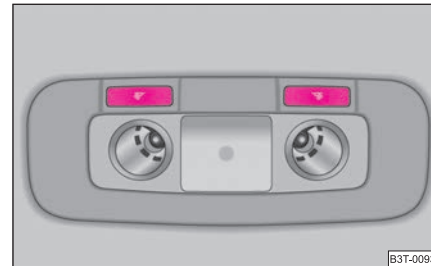

Abb. 52 Ausschnitt des Dachhimmels: Innenraumbelichtung und Leseleuchten hinten
- Die Leseleuchte rechts bzw. links schalten Sie ein bzw. aus, indem Sie den Schalter  ⇒ Abb. 52 drücken. ■